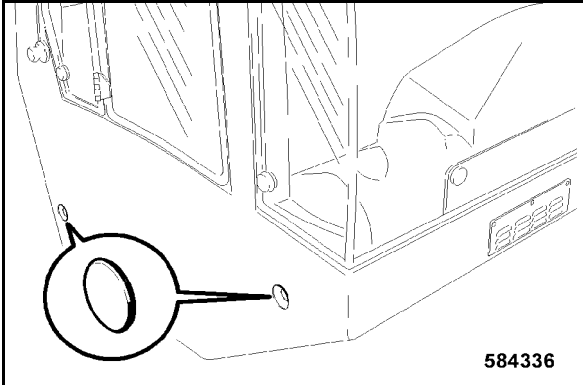

fig. 217
- Appliquer un capuchon en matière plastique à tous les points de fixation latéraux (fig. 217).